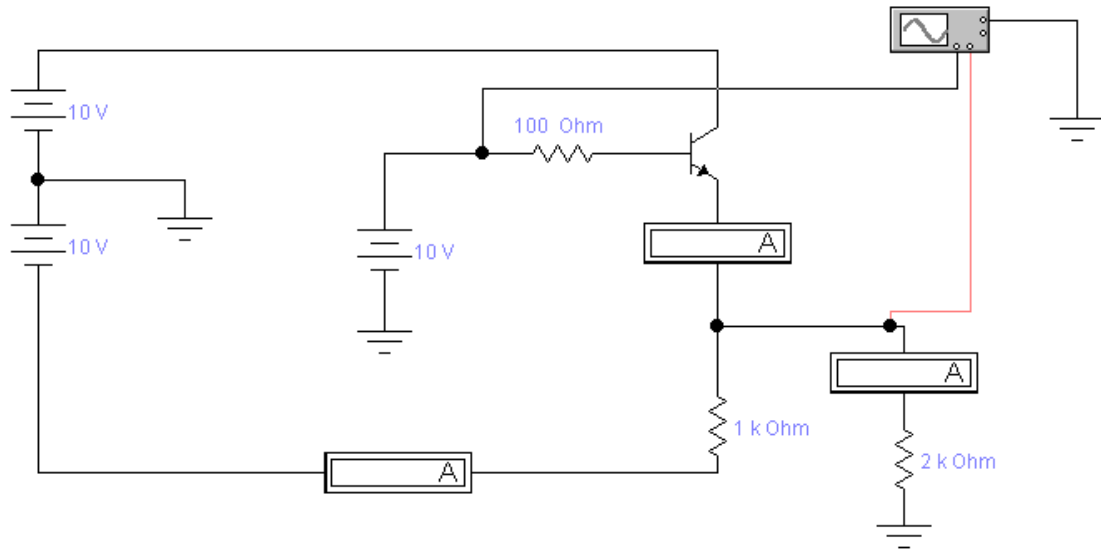

Рис. 2. Схема эмиттерного повторителя
1. Собрать схему для изучения работы эмиттерного повторителя (рисунок 2). Изменяя значение входного напряжения от 10 до -10 В, исследовать работу схемы. Объяснить полученный результат (Обратите внимание на показания амперметров!!!).